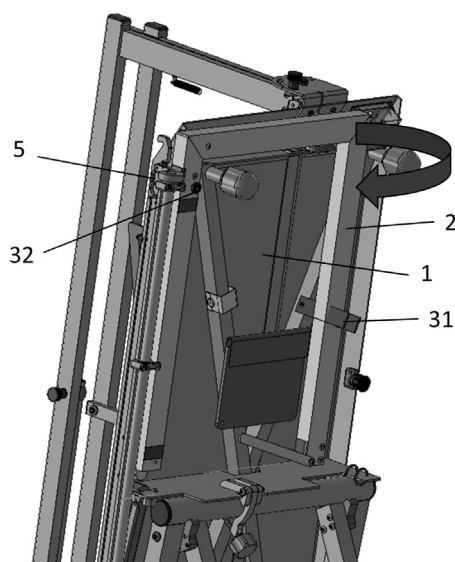

Fig. 7
La découpeuse d'angle (pos. 2, fig. 7) est montée au dos du panneau de base (pos. 1, fig. 7) et reste en position tant qu'elle n'est pas utilisée.
Pour mettre en marche la découpeuse d'angle, retirez le ruban de fixation (pos. 31, fig. 7) et faites pivoter la découpeuse d'angle dans le sens de la flèche jusqu'à ce qu'elle soit parallèle à l'étrier de coupe.
Attention : vous devez absolument veiller à ce que l'échelle de guidage de la découpeuse d'angle (pos. 32, fig. 7) soit dirigée vers l'ouverture de la barre de guidage (pos. 5, fig. 7) prévue à cet effet !